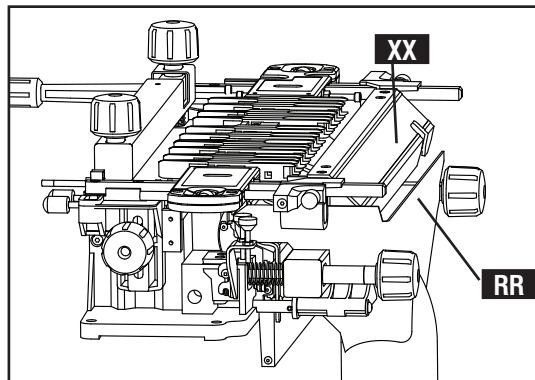
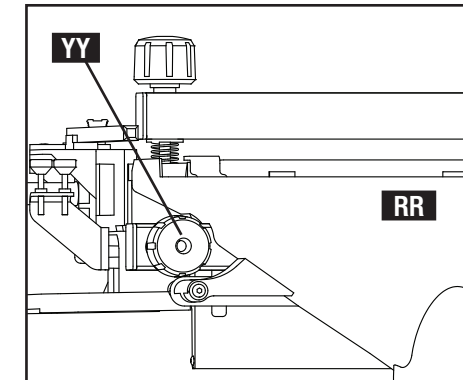
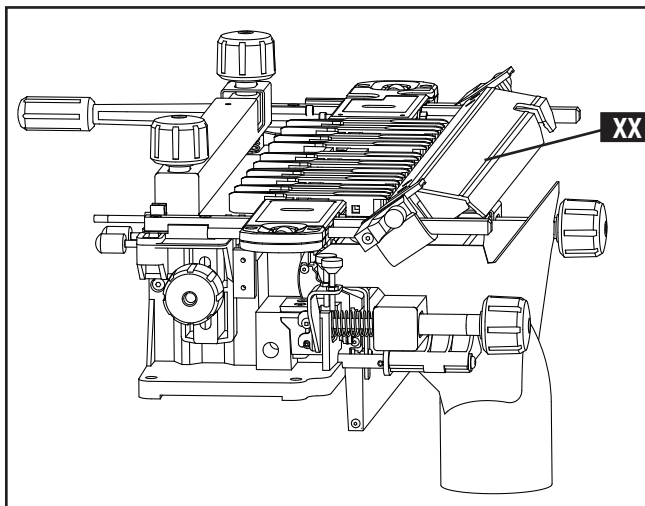

Fig. C25
Fig. C26
Fig. C27
El borde de la cubierta para polvo (RR) debe apoyarse en la parte delantera de la barra del estabilizador (XX), como se muestra en la Fig. C25. Asegúrese de que la cubierta para polvo (RR) Fig. C26 también esté ubicada sobre la perilla (YY).
Al colocar nuevamente la barra del estabilizador en el OMNIJIG® con la cubierta para polvo ya colocada, incline la barra (XX) como se muestra en la Fig. C27 y asegúrese de que se apoye como se muestra en la Fig. C25.